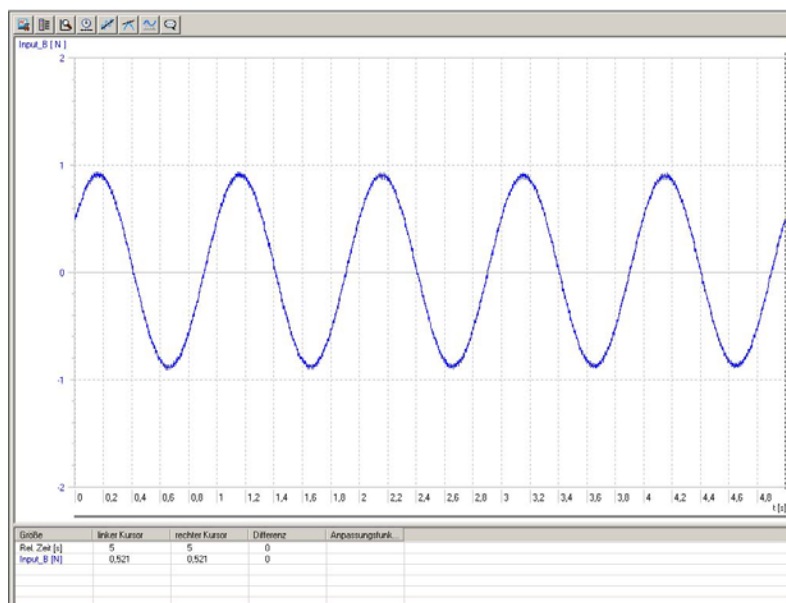

Fig. 2 Representação da tela do 3B NETlab™ (U11310) de uma oscilação de mola-peso fraco-baixas
- Começar a tomada de curvas de medição no 3B NETlab™ (Fig. 2).